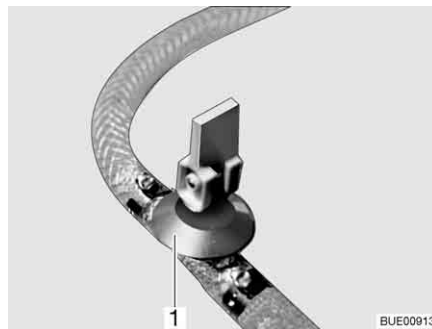

Bild 176 Ablasshahn
- Ablasshahn/Ablasshähne schließen. Dazu den Kipphebel (Bild 176,1) waagrecht stellen.
- Ablasshahn/Ablasshähne (Bild 176) öffnen. Dazu den Kipphebel (Bild 176,1) senkrecht stellen. Der Boiler wird nach außen entleert.